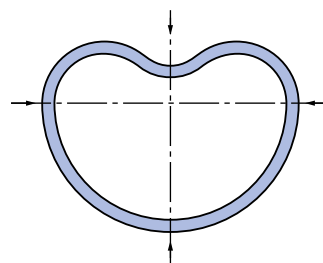

図2
- ① サンフロン®リングを図2のように指でハート形に曲げてください。このとき、鋭く折り曲げないように注意してください。また、爪等鋭利な治工具でシールを傷つけないようにしてください。